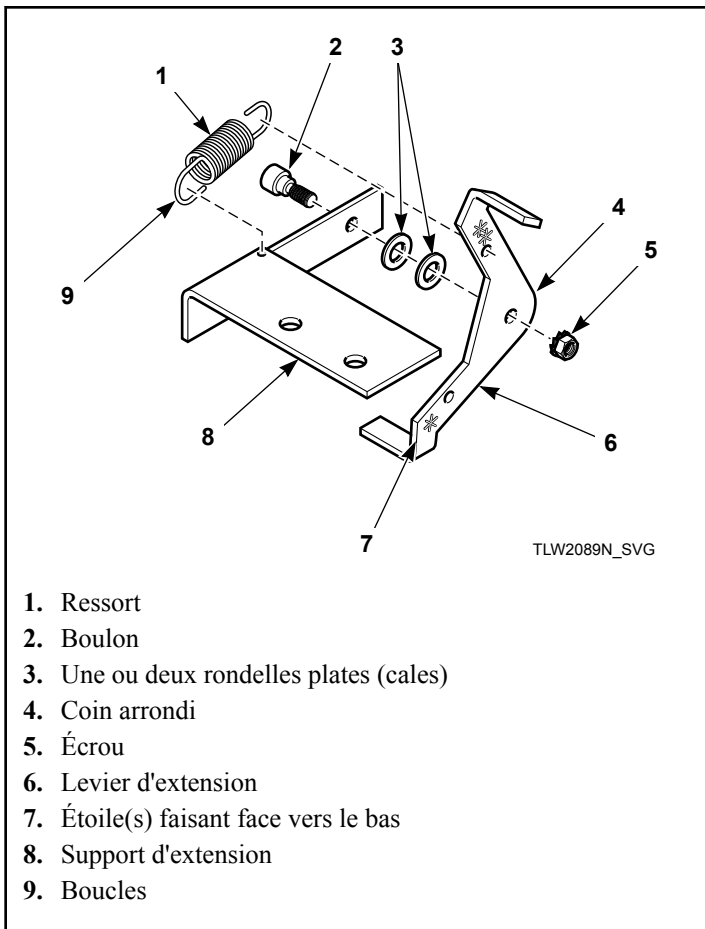

Figure 25
6. Installer le ressort d'extension dans le trou du support et le trou dans le bras supérieur du levier. Se reporter à *Figure 25*.